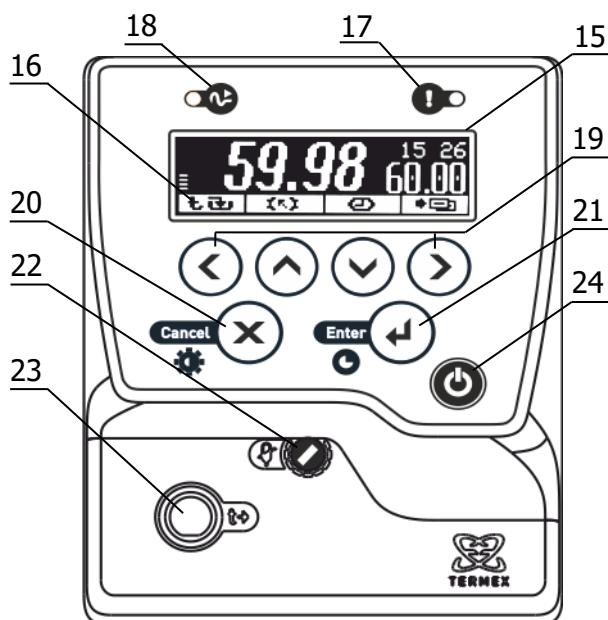

Рисунок 2 – Лицевая панель
Система безопасности блока регулирования отключает двигатель насоса и нагреватель при срабатывании хотя бы одной из защит или неисправности датчика температуры (1.2.13). При срабатывании системы безопасности раздается звуковой сигнал, загорается индикатор 17 (рисунок 2) и на дисплей 15 выводится информация о причине неисправности.
2.3.1 После подключения сетевого кабеля к электрической сети блок регулирования переходит в режим ожидания. Подключение сопровождается кратковременной подсветкой дисплея 15 (рисунок 2).
2.3.6 Для регулировки яркости подсветки или контраста дисплея нажать кнопку 20 (X), выбрать изменяемый параметр кнопками (▲) и (▼) и установить его значение кнопками (◀) и (▶). Зафиксировать изменение нажатием кнопки 21 (↔) (рисунок 2).
2.7.6 Для выбора уставки в качестве текущей кнопками (▲) и (▼) подвести к ней указатель. Значение отмеченной указателем уставки дублируется крупными цифрами в правой части дисплея. Для подтверждения выбора отмеченной уставки нажать кнопку 21 (↔). Для отмены выбора нажать кнопку 20 (✗) (рисунок 2).
2.7.7 Для изменения численного значения отмеченной указателем уставки нажать кнопку (►). На рамке, обрамляющей значение уставки в правой части дисплея, появятся «засечки», указывающие на изменяемую позицию в численном значении. Цифра в отмеченной позиции мигает. Нажатиями кнопок (▲) и (▼) установить требуемую цифру в отмеченной позиции. Если удерживать кнопку нажатой, значение уставки будет изменяться непрерывно. Нажатиями кнопок (◀) и (►) переместить отметку изменяемой позиции. Дискретность изменения значения уставки зависит от положения изменяемой позиции: если отмечена позиция десятков, то при единичном нажатии кнопки (▲) или (▼) значение уставки изменится на 10 °C. Если отмечена позиция десятых долей, то значение уставки изменится на 0.1 °C соответственно. Закончить ввод нового значения уставки нажатием кнопки 21 (↔). Для возврата к значению уставки до ее изменения нажать кнопку 20 (✗) (рисунок 2).
2.8.3 При срабатывании защиты раздается звуковой сигнал и загорается красный индикатор срабатывания системы безопасности 17 (рисунок 2). Работа насоса и нагревателя будет блокирована. На дисплее отобразится текущее состояние системы защит.